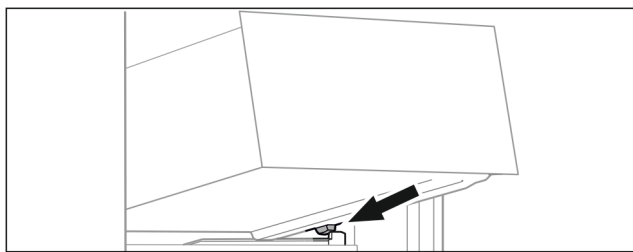

Fig. 114
- ▶ Nasadte zásuvku šikmo za zarážky na žebrování na nádoby. (viz Fig. 114)